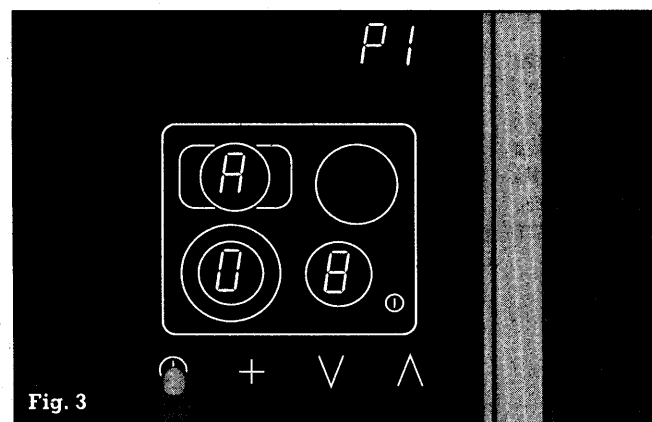

Fig. 3
- Digitate il simbolo del timer **⌚** per memorizzare il valore. L'apparecchio emette un segnale acustico e **P I** resta acceso (fig. 3).